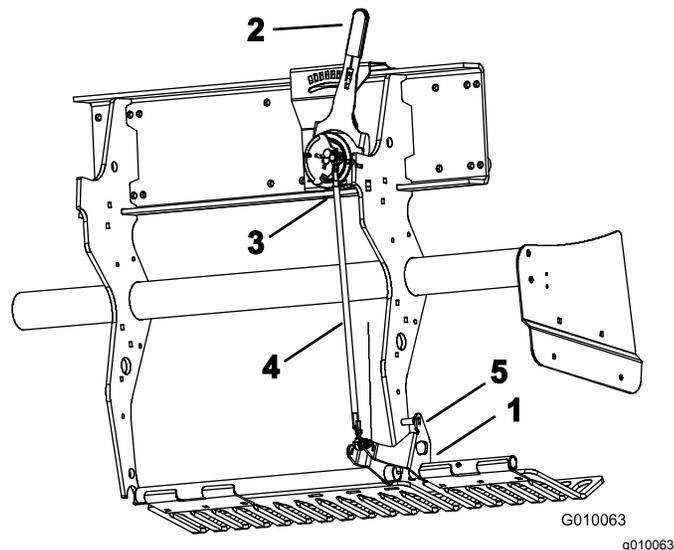

Bild 59
2. Drehen Sie die Befestigungshalterung der linken Rasenschutzvorrichtung (Bild 59) nach oben, bis ein Arretierbolzen (5/16-Drehstange oder -Schraube) zwischen die Halterung und dem am Rahmen angeschweißten Tiefeneinstellungsrohr eingesetzt werden kann.
3. Schieben Sie den Tine-Tiefenhebel (Bild 59) auf die H-Stellung (tiefste Einstellung).
4. Schließen Sie den Außenkugelschalter (Bild 59) vom Kabelbaum ab (Schalter für das Absenken des Kopfes).
5. Lösen Sie die Klemmmuttern (linke und rechte Seite) an der Spurstange für die Tiefeneinstellung (Bild 59).